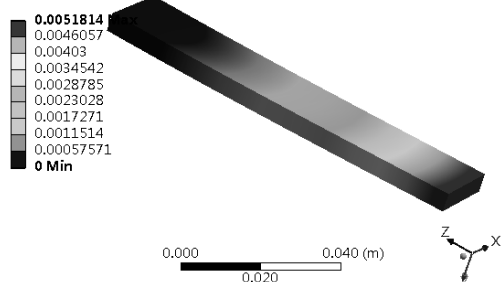

图 4-4 Exterior 方式
(1) Exterior：默认的显示方式并且是最常使用的方式，如图 4-4 所示。